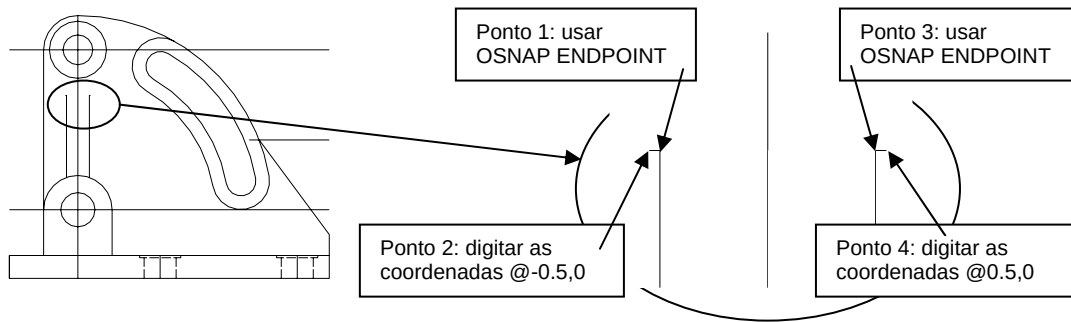

Figura 4.19 – “Dica” para se desenhar os terminais da parte superior da nervura
42. Para se desenhar os terminais da parte superior da nervura deve-se, inicialmente, apagar a linha de construção que limita a parte superior da nervura. Em seguida, dê um ZOOM WINDOW na parte superior da nervura para melhor visualização. Entre no comando LINE e desenhe duas linhas, cujas coordenadas são especificadas na figura 4.19.
43. Em seguida, entre no comando FILLET e forneça para o raio o valor 0.5. Depois, entre novamente neste comando e desenhe os terminais da parte superior da nervura apresentada na figura 4.19.